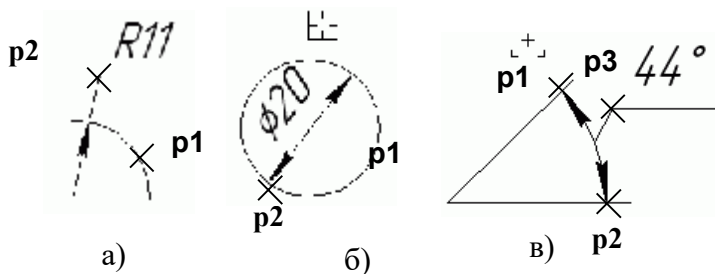

Рис. 2.10. Нанесение размеров дуги, диаметра окружности и углового размера
(рис. 2.10а, б);
3) указать графическим курсором точку, определяющую положение размерной линии - точка **p2** (рис. 2.10а, б).
- 2) указать графическим курсором точку на изображении первой прямой – точка **p1** (рис. 2.10в);
- 3) указать графическим курсором точку на изображении второй прямой – точка **p2** (рис. 2.10в);
- 4) указать графическим курсором точку, определяющую положение размерной линии – точка **p3** (рис. 2.10в).